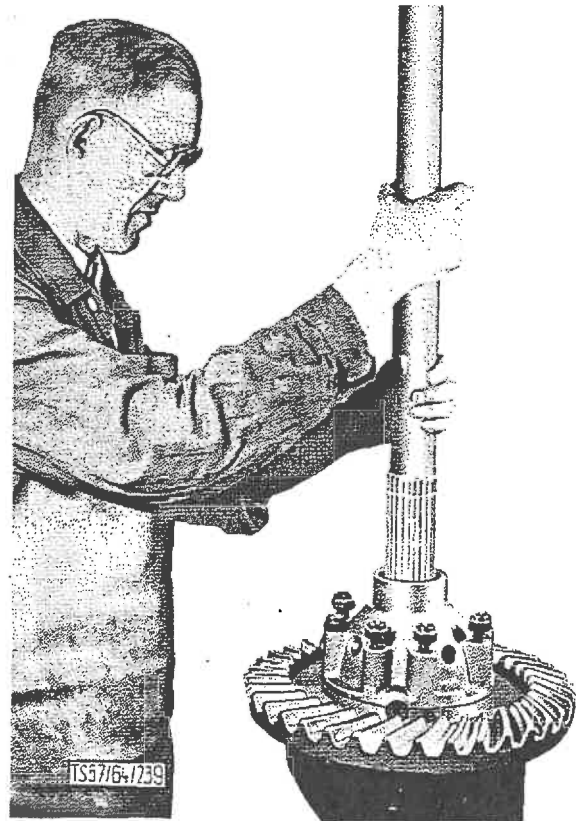

BILD 28: Zahnflankenspiel der Differentialzahnräder kontrollieren
6. Beide Gehäusehälften provisorisch mit drei Muttern zusammenschrauben. Eine Hinterachswelle in die Ausgleichsgehäusehälfte einführen und die Welle drehen, der Ausgleich muß sich ohne zu ecken, aber ohne Spiel drehen lassen (Bild 28). andernfalls wird die Zwischenscheibe (25/20) durch eine dünnere oder stärkere ersetzt.